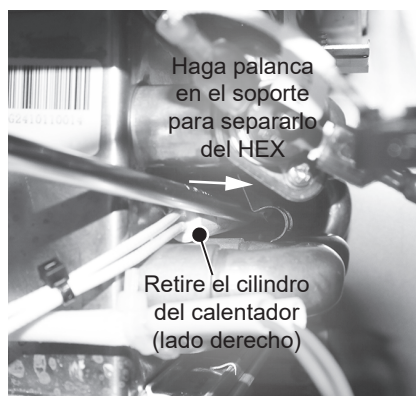

Figura 20 - Reemplazo del cilindro del calentador
- 11 Use un destornillador Phillips para hacer palanca suave en los soportes flexibles y separarlos del HEX para dejar espacio para sacar los cilindros del calentador y los cables. Retire los dos cilindros del calentador. Consulte la Figura 20.